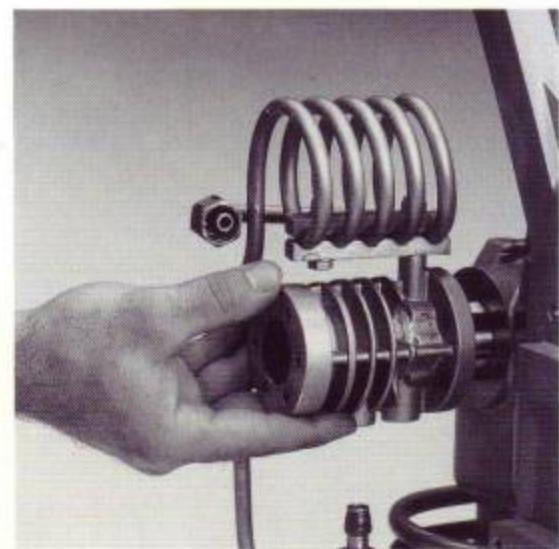

Abb. 13
- Unscrew off the fanwheel (1).
- Unscrew off the nuts (2) with a 10 mm wrench.
- Remove the cylinder (3). (see fig. 13).
- Push out the piston bush with the piston (4) from the upper part of the cylinder (3).
- Ventilatormotor (1) abschrauben.
- 4 Muttern (2) SW 10 abschrauben.
- Zylinder (3) abnehmen. (Siehe Abb. 13).
- Kolbenbüchse mit Kolben (4) aus Zylinderoberteil (3) herausdrücken.